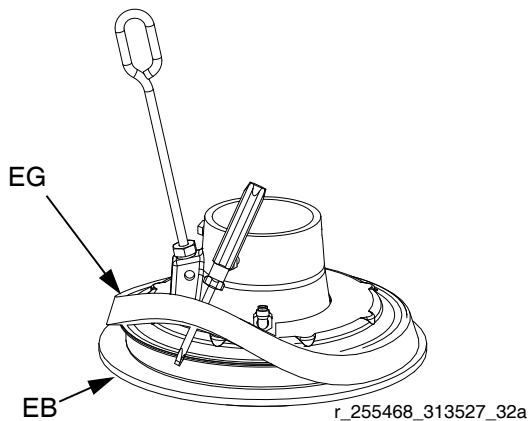

FIG. 13: Instalación del espaciador
2. *Trabajando desde arriba*, use un destornillador para colocar en posición el espaciador (EG) entre la brida y los rascadores (EB). Vea la FIG. 13.